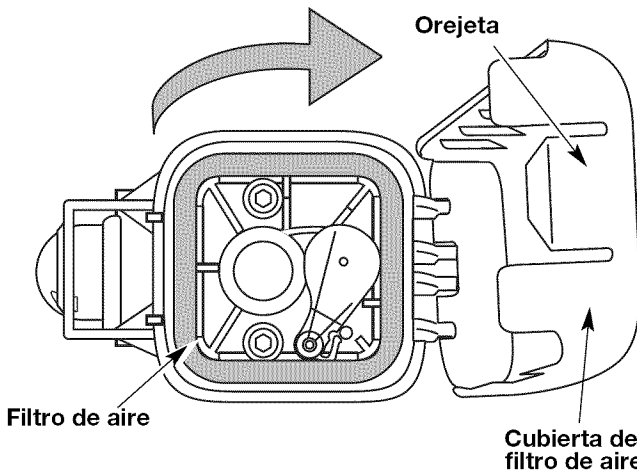

Fig. 21
1. Abra la tapa del filtro de aire. Empuje hacia adentro la lengüeta que está en lado izquierda de la tapa. Después hale hacia derecho del filtro de aire (Fig. 21).
2. Retire el filtro de aire (Fig. 21).